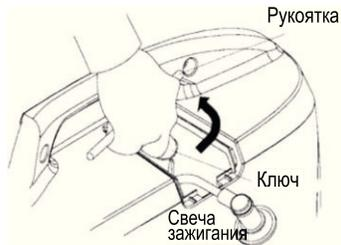

Рис. 26
4. Выверните свечу зажигания специальным свечным ключом (рис.26).